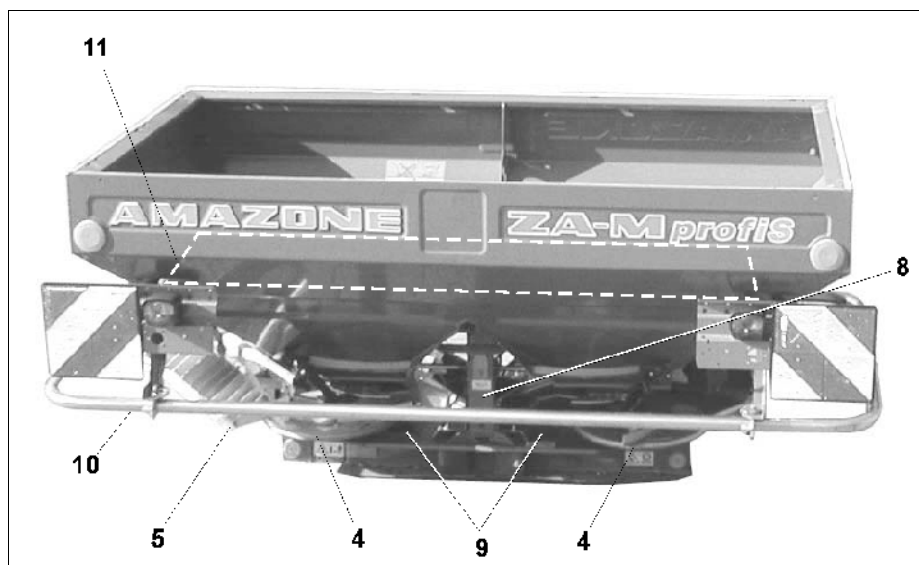

Fig. 2
- Omnia-Set spredeskiver (Fig. 2/4)
- Grænsespredeaggregat Limiter (Fig. 2/5)
- Kædebeskyttelse til trækket til omrøreakslen (Fig. 2/8)
- Akselbeskyttelse imellem midter- og vinkelgearkasse (Fig. 2/9)
- Beskyttelsesbøjle når man anvender spredeskiverne OM 24-36 (Fig. 2/10)
- Beskyttelsessold i beholderen (Fig. 2/11)